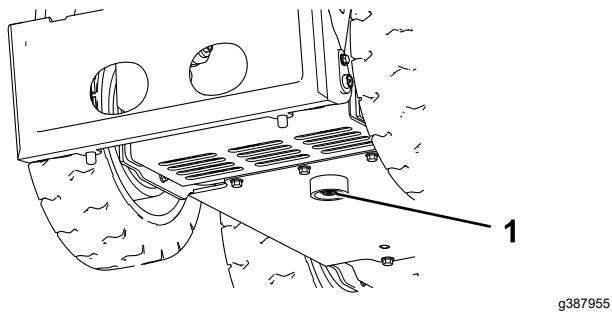

Figura 43
1. Perno (2) 2. Cubierta del ventilador
- Retire el tapón de vaciado de la parte inferior del depósito hidráulico y deje que se drene completamente el fluido (Figura 43).